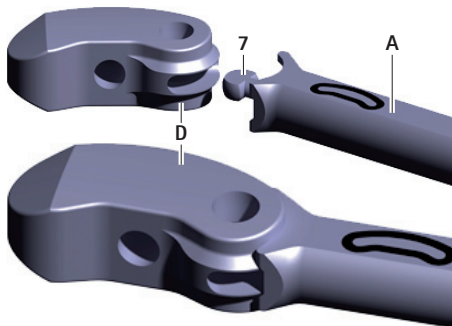

Fig. 2 Accouplement de l'implant d'essai sur l'instrument d'insertion
- Accoupler l'implant d'essai **D** au méplat **7** de l'instrument d'insertion **A**, voir Fig. 2. Ce faisant, veiller à l'orientation de l'implant d'essai (orientation en fonction de l'inscription figurant sur l'instrument d'insertion).